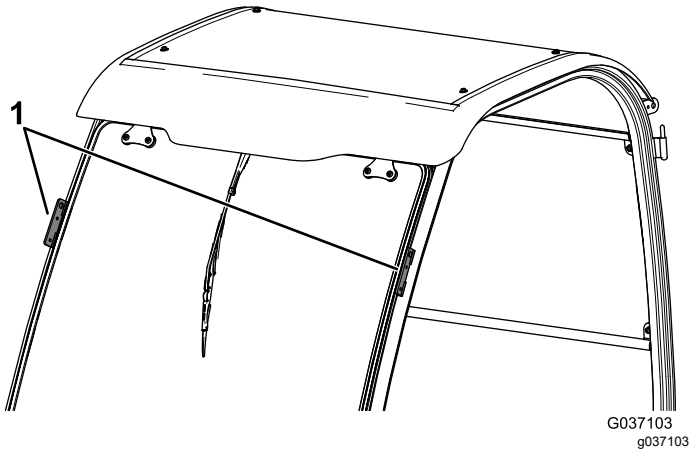

Figura 11
4. Eleve el bastidor de la cabina usando los puntos de izado y colóquelo sobre la máquina (Figura 11).